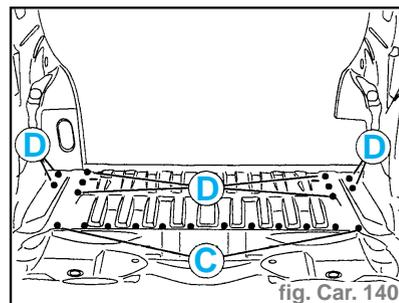

fig. Car. 140
- Souder par points bouchons au MIG (suivant C) (fig. Car. 140).